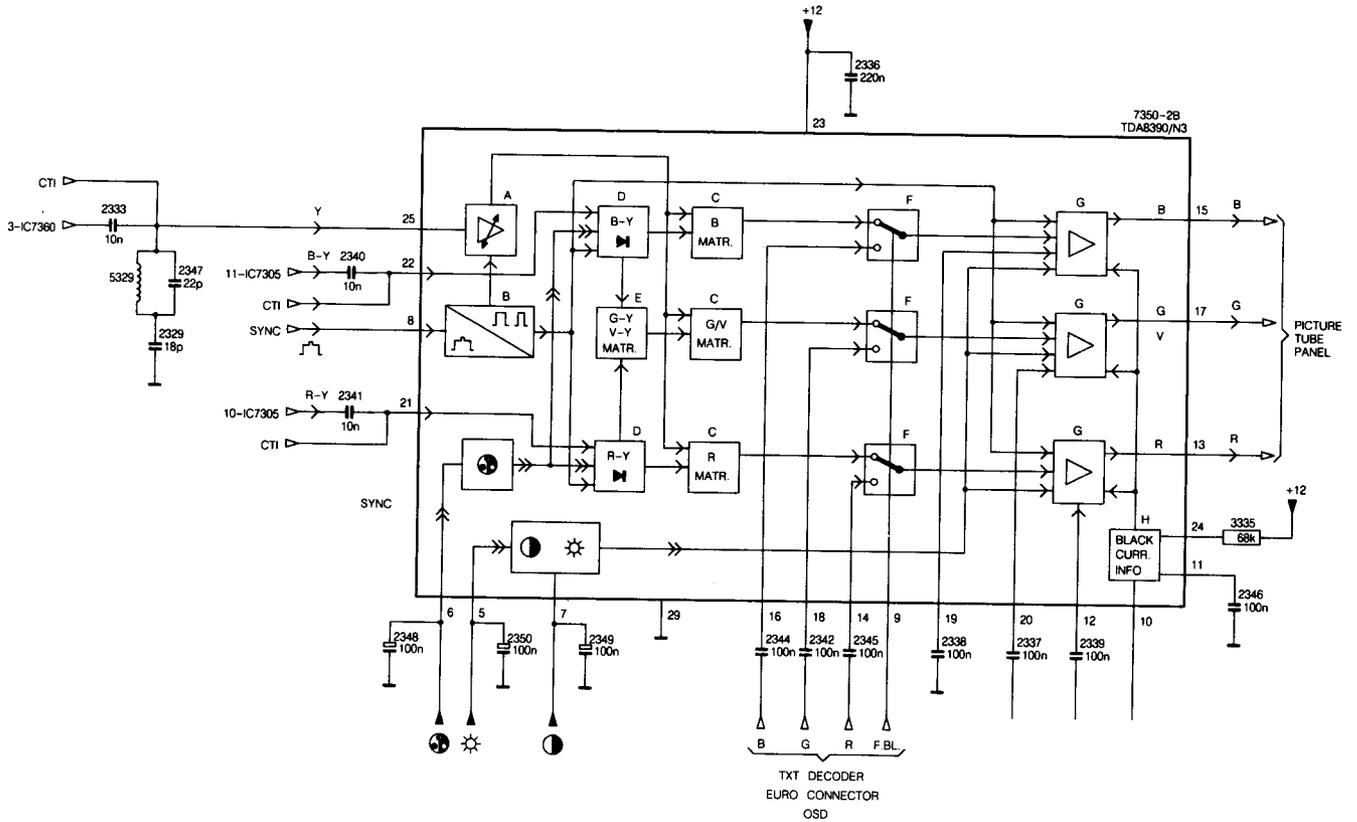

Bild 5.9
5.8 Die Videoregelung (Bild 5.9)